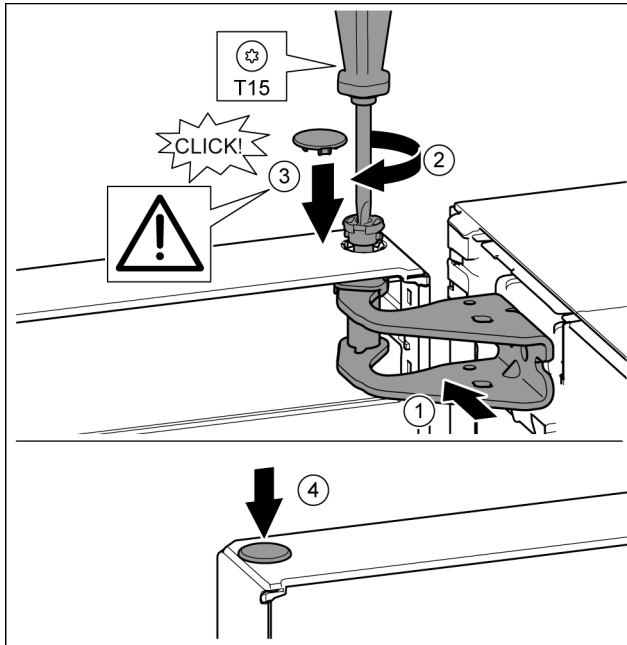

Fig. 24
- ▶ Вирівняйте дверцята зверху по отвору в опорному кронштейні. *Fig. 24 (1)*
- ▶ Вставте палець та закрутіть за допомогою викрутки T15. *Fig. 24 (2)*
- ▶ Встановіть захисну кришку для захисту дверцят: вставте захисну кришку і проконтролюйте, щоб вона прилягала до дверцят. Якщо це не так, повністю вставте палець. *Fig. 24 (3)*
- ▶ Вставте пробку. *Fig. 24 (4)*